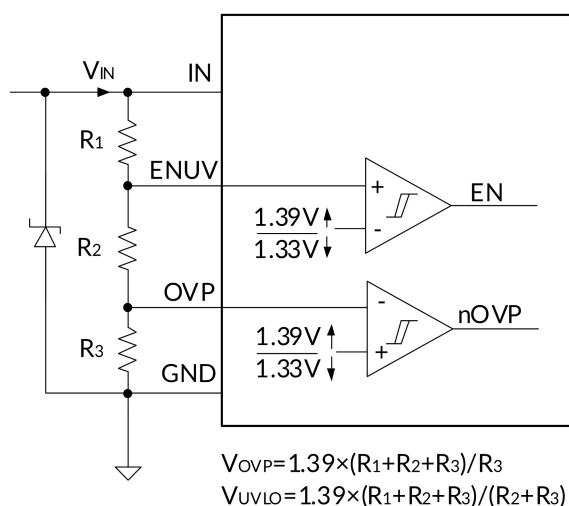

图 22. UVLO 和 OVP 阈值由电阻  $R_1$ ,  $R_2$  和  $R_3$  设定
欠压锁定阈值可通过外部电阻分压网络编程设置，具体连接方式为：从电源 **IN** 端到 **ENUV** 引脚再到 **GND** (如图 22 所示)。当检测到欠压或输入电源故障时，内部 **FET** 将立即关断，同时 **nFLT** 信号置位。若无需欠压锁定功能，**ENUV** 引脚必须连接至 **IN** 端（禁止悬空）。**TLX2604** 在 **IN** 引脚还内置欠压锁定 (**UVLO**) 电路，当 **IN** 端电压低于内部阈值  $V_{\text{UVF}}$  时，器件将进入禁用状态。
**TLX2604** 内置过压保护电路，通过电源端至 **OVP** 引脚再到 **GND** 的电阻分压器（如图 22 所示）编程设置过压阈值。当 **OVP** 引脚电压超过  $V_{\text{OVPR}}$  时，将关断内部场效应管以保护下游负载。此引脚未使用时应接地。